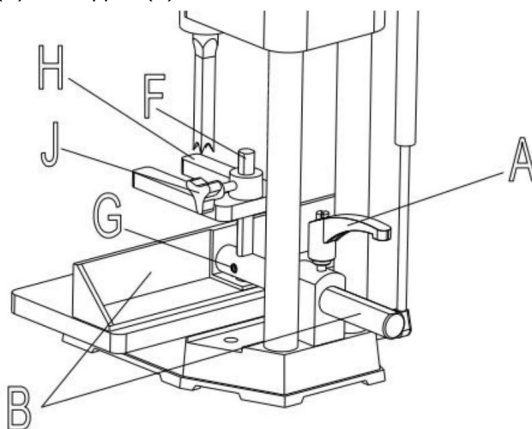

Fig. 7
1. Lokalisera handtagsenheten och ta bort skruven (A) Fig.7 och fjädern (B) från handtaget (C). Sperat handtag (C) från tapp (D).
2. Sätt in stängselenhetens stång (E) Fig. 7, genom hålet i kolumnen enligt bilden.
3. Sätt in stång (F) Fig. 7, i hålet ovanpå staketet enligt bilden, och dra åt setet skruva (G) mot plan på stången (F).
4. Montera nedhållaren (H) Fig. 7, på stången (F) enligt bilden, och dra åt ställskruv (J) mot plan på stången.